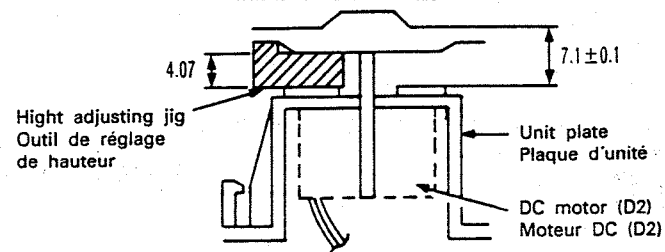

Fig. 9
**15. Remplacement du moteur DC (D2) et de la table rotative (Fig. 9)**
- (1) Extraire la table rotative tout droit depuis la plaque de unité.
- (2) Lors d'un remontage de la table rotative, utiliser l'outil de réglage de hauteur et, d'après la hauteur de 4,07 mm, régler la hauteur comme le montre la figure 9. Dans ce cas, ne pas laisser appliquer de force latérale excessive sur l'arbre moteur DC (D2).
- (3) Lors d'un remplacement de service du moteur DC (D2), ne pas laisser exercer de contrainte dans le sens B. Si la partie C de la plaque d'unité est déformée, la mire pourrait détériorer (Fig. 9)